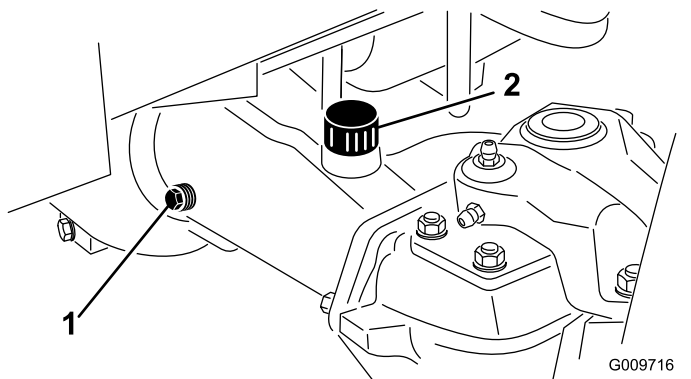

Figura 85
2. Rimuovete un tappo di controllo da un'estremità dell'assale e assicuratevi che il lubrificante raggiunga la parte inferiore del foro (Figura 85).